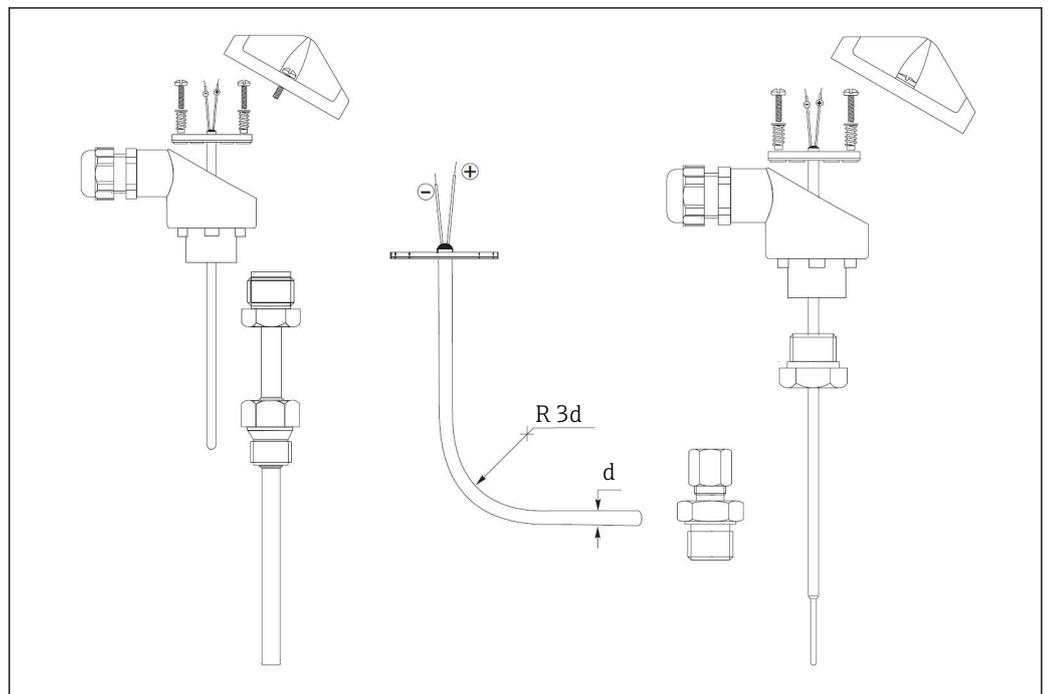

图 4 常规安装方式：安装在带保护套管的温度计中 (右图)；允许弯曲 TPC100，直接接液测量 (左图)
→ 图 4, 图 7
合理选择铠装芯子长度 (IL) 非常重要。这样可确保铠装芯子末端与保护套管底部接触良好，从而改善热传导效果，并缩短响应时间 (→ 图 4, 图 7, 右图)。
TPC100 铠装芯子也可安装在无保护套管的温度计中，例如使用系统上的卡套螺纹 (→ 图 4, 图 7, 左图) 安装。这种情况下允许弯曲铠装护套。弯曲半径相当于铠装芯子直径的 3 倍。有关可调过程连接以及 ATEX 认证部件 (变送器) 的详细信息，请参见相关文档资料。